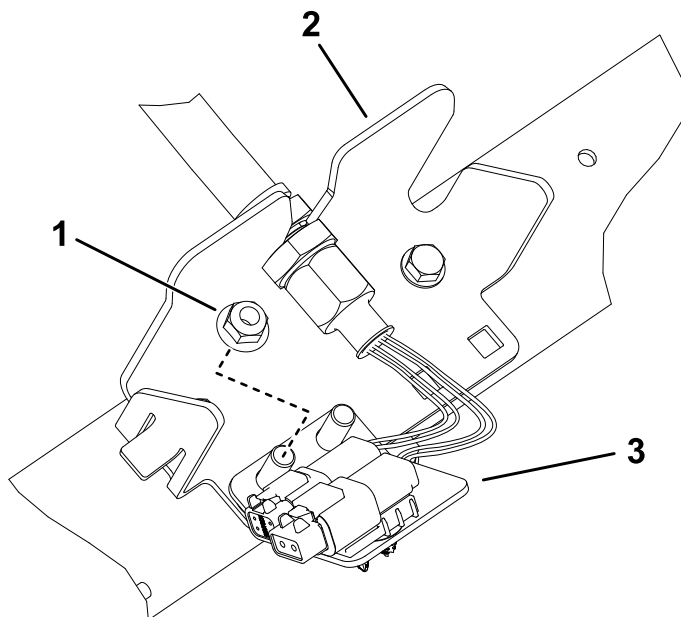

Figure 30
6. Répétez la procédure pour les 4 autres traversées, comme montré de la Figure 27 à la Figure 30.